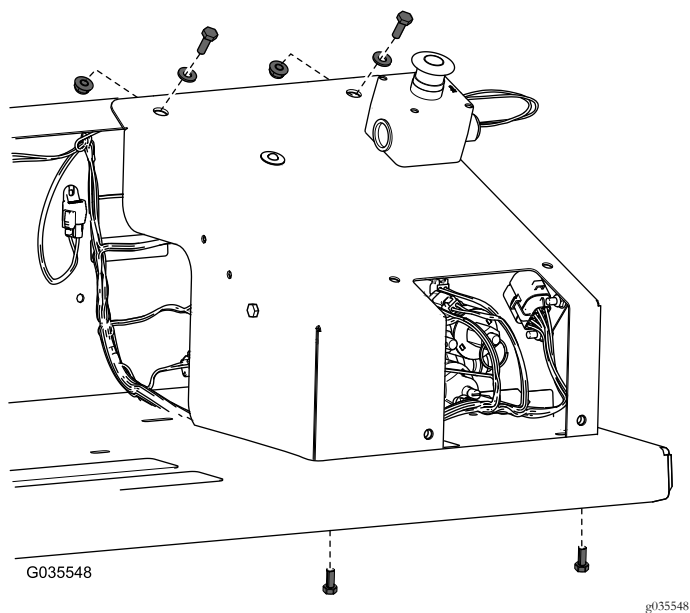

Bild 20
11. Befestigen Sie die Abdeckung mit den entsprechenden Schrauben, Scheiben und Muttern an der Schutzvorrichtung des Kotflügels (**Bild 20**).